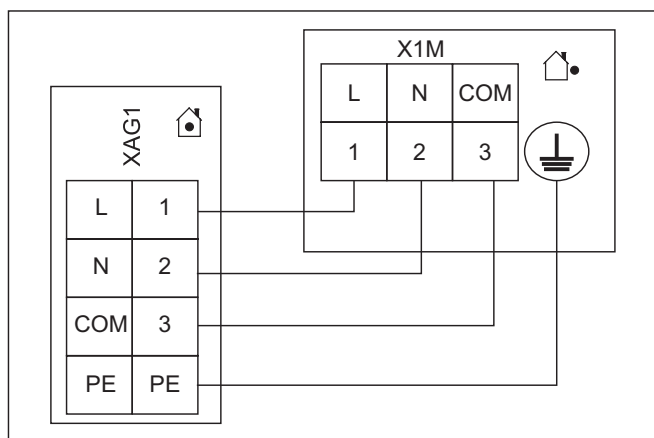

Fig. 54-35 Collegamento pompa di calore esterna
- 2 Collegare la pompa di calore esterna alla morsetteria XAG1 (vedere Fig. 54-35).